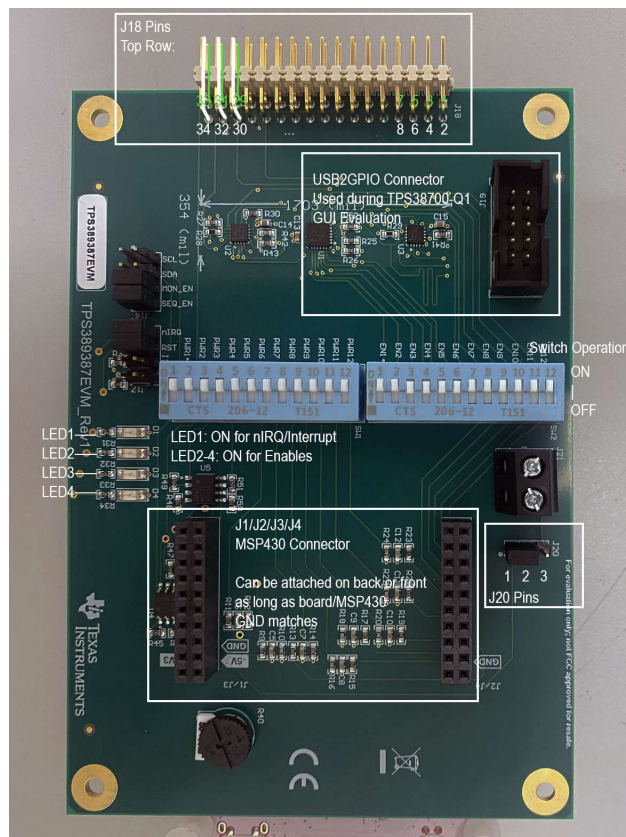

图 2-1. 标记过的 TPS389387EVM 引脚和连接器位置
- 通过测量接头 (J18) 和示波器之间的连接产生的波形来检查输出电压。为了更清楚地了解引脚位置，请查看原理图或图 2-1。